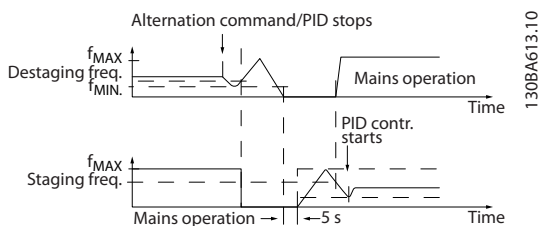
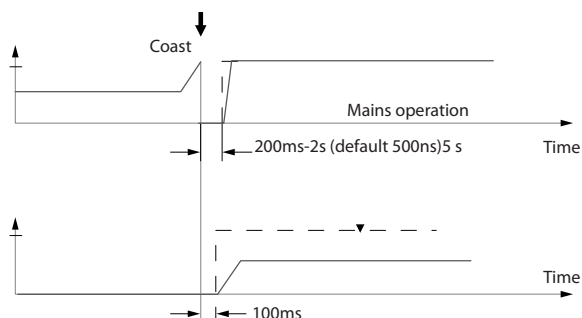

图 3.85 慢速配置
图 3.86 快速配置
[1]	快 仅当在 参数 25-50 变频泵轮换 中选择了除 [0] 关以外的选项时，该参数才有效。 可以执行 2 种类型的泵切入和停止。慢速转换可以实现平稳的切入和停止。快速转换可以让切入和停止操作尽可能迅速；变速泵会被简单地断开（惯性停止）。 [0] 慢：在轮换时，变速泵首先被加速到最大速度，然后减速至停止。 [1] 快：在轮换时，变速泵首先被加速到最大速度，然后惯性运动至停止。 图 3.85 和 图 3.86 显示了快速配置和慢速配置下的轮换。
0.5 s* [ par. 25-58 - 5 s]	仅当在 参数 25-50 变频器轮换 中选择了除 [0] 关以外的选项时, 该参数才有效。该参数用于设置停止旧变频泵和作为新变频泵启动该泵之间的时间。有关图 3.85 切入和轮换操作的介绍, 请参考 。